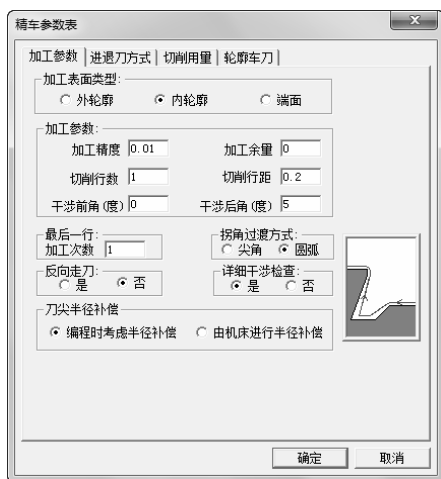

图 6-79 精车加工参数设定
1) 单击“加工参数”选项卡，如图 6-79 所示。设置具体参数如下：加工表面类型：内轮廓；加工精度：0.01；加工余量：0；切削行距：0.2；干涉前角：0；干涉后角：5；最后一行加工次数：1；拐角过渡方式：圆弧；反向走刀：否；详细干涉检查：是；刀尖半径补偿：编程时考虑半径补偿。